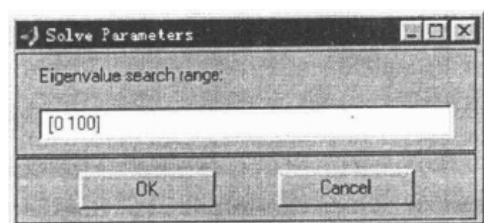

图 2-17
(4) 对于特征值偏微分方程, 解参数仅仅是特征值的求解域, 如图 2-17, 它是一个二元矢量, 在实轴上定义一个区间作为特征值求解域, 左端点可以取 $-\text{inf}$ (inf 表示无穷 ∞)。比如, 特征值的求解域可设置为 “[0 100]” 或 “[$-\text{inf}$ 50]” 等。